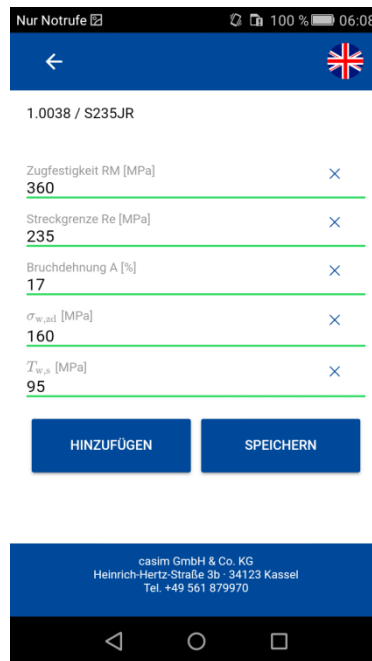
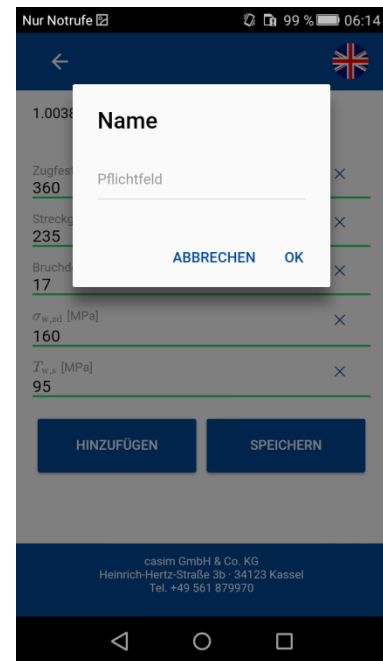

Bild 8
Bild 9
Nach einem Tap auf den Button „Werkstoff bearbeiten“ (2) öffnet sich die Seite mit den Kennwerten des Werkstoffes. Nachdem diese angepasst wurden, können sie übernommen werden. Mit dem Button „Speichern“ (Bild 8) werden die Kennwerte nur so lange gespeichert, bis man das Modul „Festigkeitsanalyse“ verlässt. Über den Button „Hinzufügen“ kann man den Werkstoff mit den veränderten Kennwerten jedoch auch dauerhaft der App hinzufügen. Auf diese Weise können bis zu 5 Werkstoffe abgespeichert werden. Diese werden jeweils der Norm hinzugefügt, der auch der zugrundeliegende Werkstoff angehört, werden aber als benutzerdefiniert markiert. Sie können dann über die Werkstoffauswahl (1) selektiert werden. Beim Hinzufügen des Werkstoffes wird dessen Name abgefragt (Bild 9). Dieses Feld ist eine Pflichtangabe.